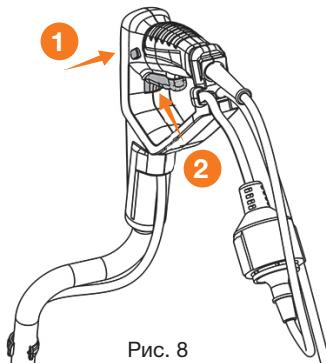

Рис. 8
- Прижмите большим пальцем предохранительную кнопку ① на правой рукоятке, а затем нажмите клавишу включения ② (Рис. 8). Двигатель запустится и фрезы начнут вращаться.
- Для остановки вращения фрез и работы двигателя, просто отпустите клавишу включения **2** (Рис. 8).